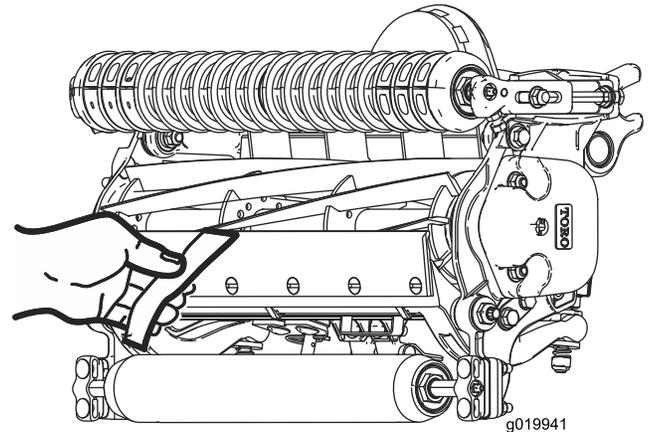

Figura 10
10. Pruebe el rendimiento de corte insertando una tira larga de papel de prueba del rendimiento de corte (Pieza Toro N° 125-5610) entre el molinete y la contracuchilla, perpendicular a la contracuchilla (**Figura 10**). Gire el molinete **lentamente** hacia adelante; debe cortar el papel.